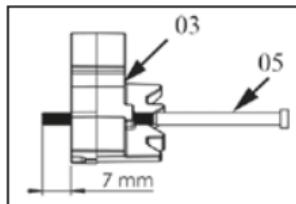
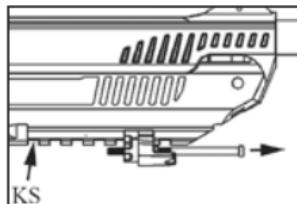
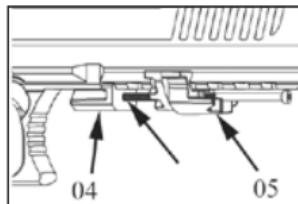
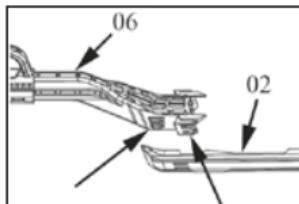

Abbildung 8
Abbildung 9
Abbildung 10
Abbildung 11
Wie in (Abbildung 8) dargestellt, wird die Schraube Nr. 05 in das Spannteil Nr. 03 eingeführt, wobei auf deren Ausrichtungen geachtet werden muss; die Schraubenspitze wird an der entgegengesetzten Seite 7-8 mm herausragen. Das entsprechend (Abbildung 8) vorbereitete Spannteil Nr. 03 wird entsprechend Abbildung 9 in die untere Picatinny-Schiene der Pistole eingesetzt, wobei auch hier auf sämtliche Ausrichtungen geachtet werden muss; der Schraubenkopf muss in die Schießrichtung ausgerichtet sein. Wie in (Abbildung 10) dargestellt, muss die Schraube Nr. 05, die in das Teil Nr. 03 verschraubt wird, so eingesetzt werden, dass ihre Spitze in das Loch des Teils Nr. 04 einrastet; hierbei ist darauf zu achten, dass es in den letzten Picatinny-Kanal (KS) (Abbildung 9) eingesetzt wird, andernfalls kann die Montage nicht durchgeführt werden (Abbildung 10). Wie in (Abbildung 11) dargestellt, müssen die mit den Pfeilen aufgezeigten kegelförmigen Kanäle des Arms Nr. 06 mit den Kanälen des Nebenarms Nr. 02 so verbunden werden, dass sie wechselseitig einrasten.